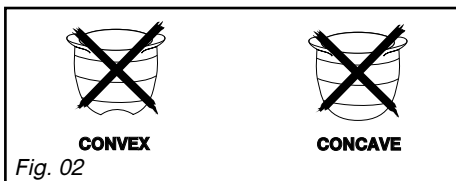

Fig. 02
– Não utilize recipientes de fundo côncavo ou convexo sem o suporte adequado (Fig. 02).